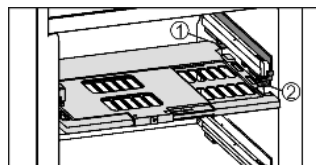

Fig. 15
- ▶ Vochtreguleringsplaat terugplaatsen: dekselranden van de plaat van onder in de achterste houder Fig. 15 (1) plaatsen en aan de voorkant in de houder Fig. 15 (2) vastklikken.